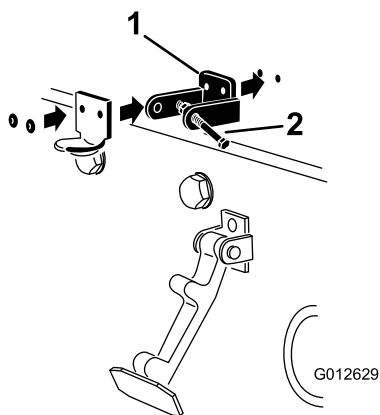

Рисунок 31
- Выравнивая монтажные отверстия, поместите стопорный кронштейн стандарта СЕ и кронштейн защелки капота на капот. Стопорный кронштейн должен быть прижат к капоту (Рисунок 31). Не снимайте болт с гайкой в сборе с рычага стопорного кронштейна.
5. Приклепайте кронштейны и шайбы к капоту (Рисунок 31).